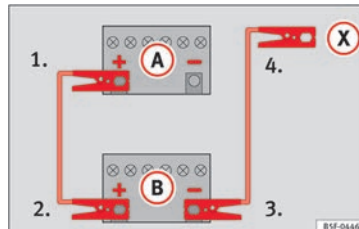

Fig. 59 Esquema de conexión para vehículos sin sistema Start-Stop.
2. Emborne un extremo del cable rojo de emergencia al polo positivo (+) del vehículo con la batería descargada (A) » » » fig. 59.
3. Emborne el otro extremo del cable rojo de emergencia al polo positivo (+) del vehículo que suministra la corriente (B).
- 4a. En los vehículos sin sistema Start-Stop: emborne un extremo del cable negro de emergencia al polo negativo (-) del vehículo que suministra la corriente (B) » » » fig. 59.